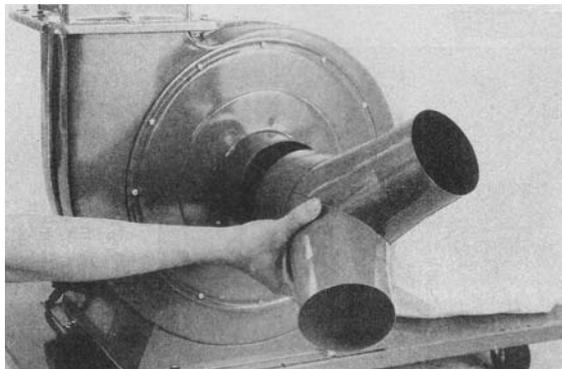

Figura 25 - Montaggio tubo di attacco.
10. Il doppio tubo di attacco (G) può ora essere inserito nel foro dell'aspiratore (Figura 25).